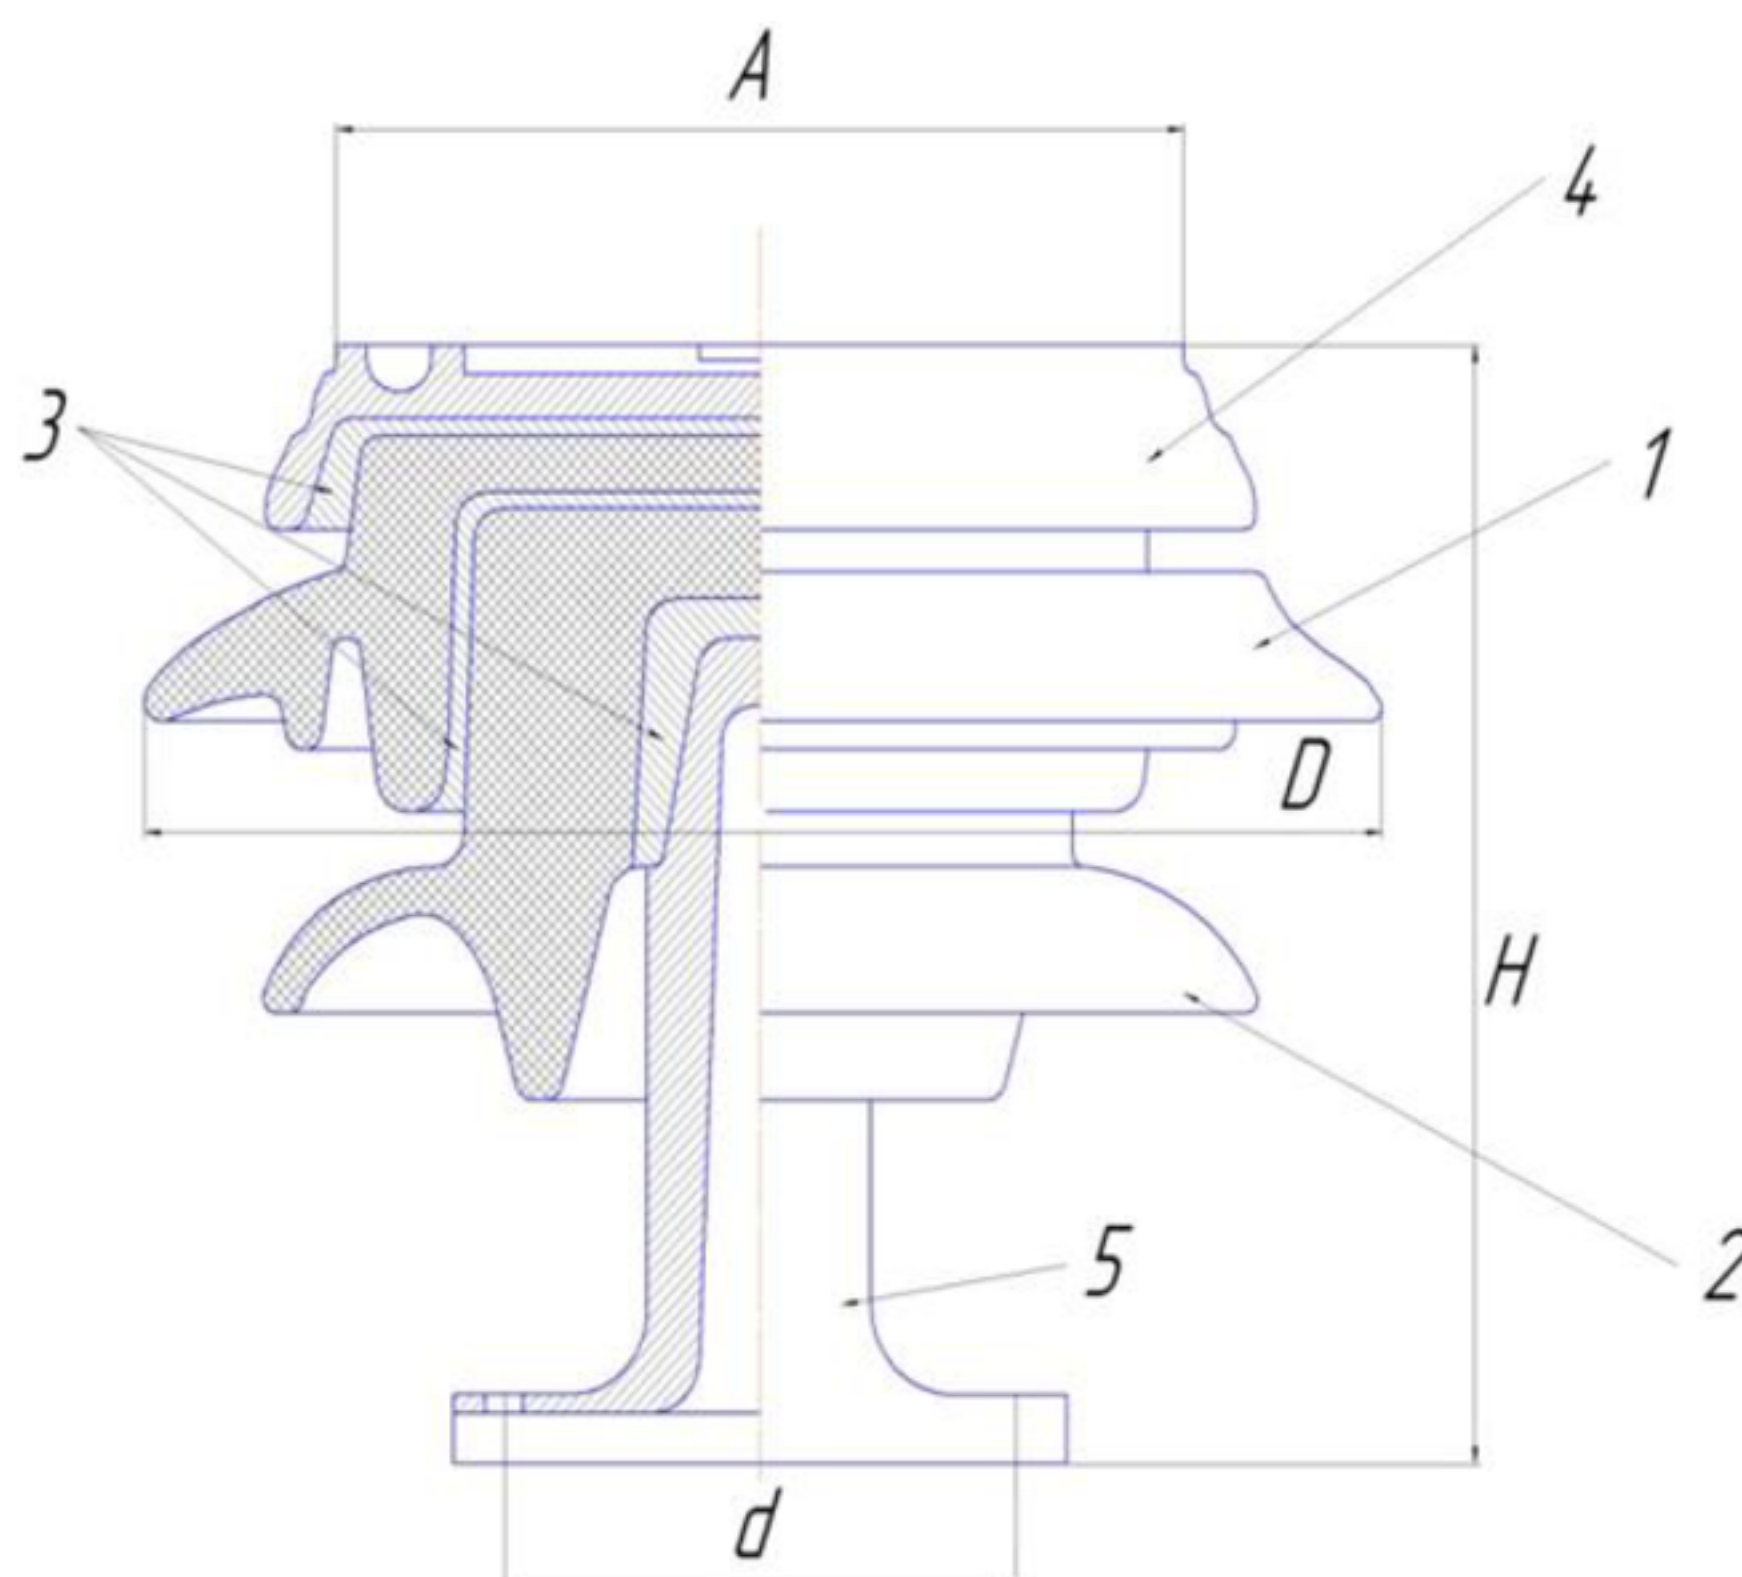

Рисунок 2 – Опорно-стержневой изолятор наружной установки
3. По заданной диаграмме рисунок 2 определить  $\sigma_{\text{ПЦ}}$ ,  $\sigma_{\text{В}}$ ,  $\sigma_{\text{Т}}$  (или  $\sigma_{0,2}$ ) – параметры прочностных свойств материала (для диаграммы с выраженной площадкой текучести найти  $\sigma_{\text{ПЦ}}$  и  $\sigma_{\text{В}}$ , для диаграммы с выраженной площадкой текучести отсутствует – оценить величину  $\sigma_{0,2}$ ).
Опорный стержневой керамический изолятор ОНС изолирует и поддерживает шины контактных деталей в открытом распределительном устройстве. Изолятор представляет собой сплошной круглый стержень с выступающими ребрами. На торцевых частях изолятора закреплены металлические фланцы (колпаки), являющиеся электродами (рис.2).